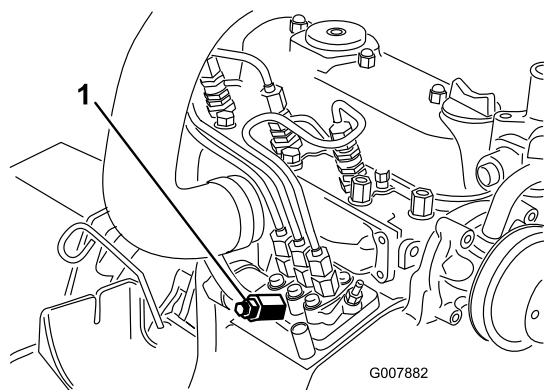

Bild 45
3. Legen Sie einen Lappen unter die Entlüftungsschraube an der Kraftstoffeinspritzpumpe und öffnen Sie sie (Bild 45).